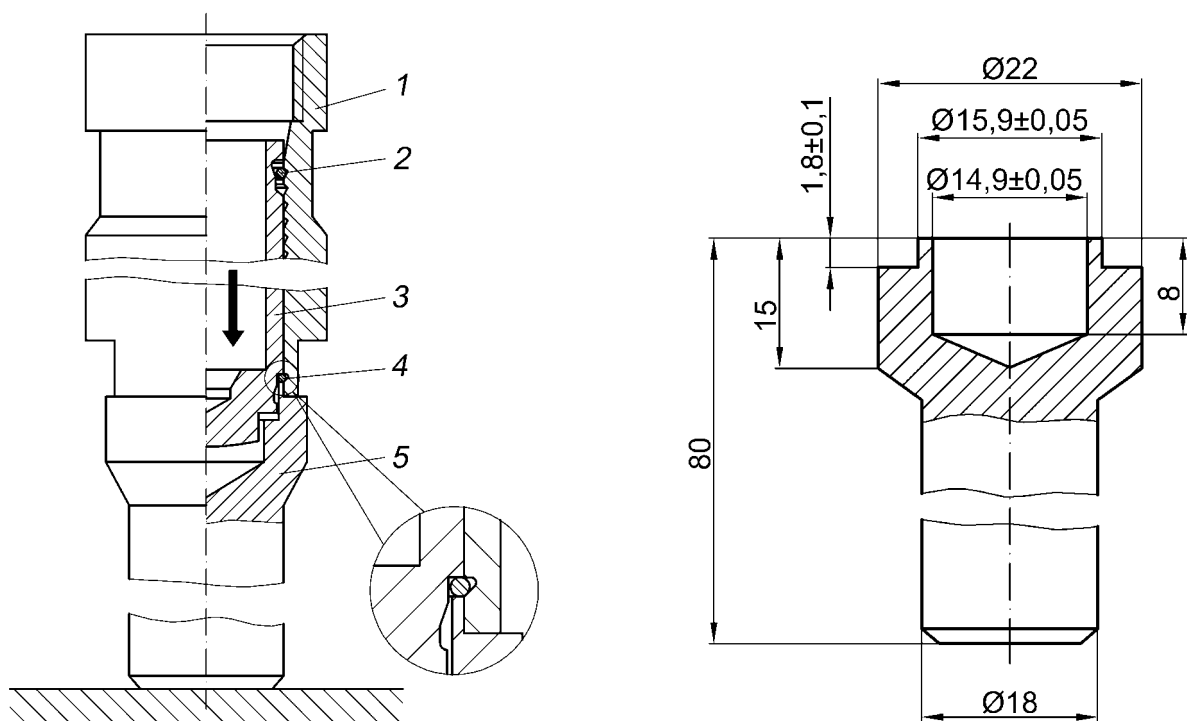

Рис.126. «Зарядка» гидронатяжителя с помощью оправки:
- в плунжер вставить пружину 5 (рис.126);